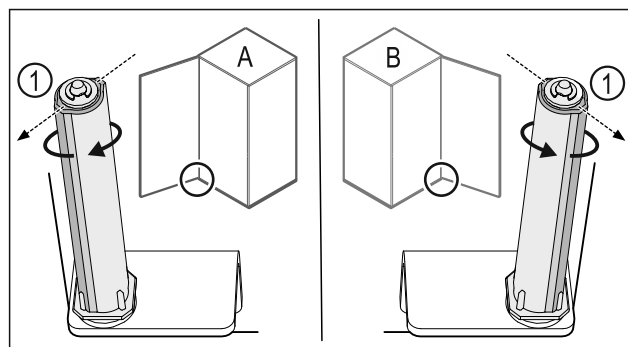

Fig. 43 Venstreanslag (A) / Højreanslag (B)
- Drej lukkesystemet mod modstanden, indtil lukkesystemets forbindelsesdel Fig. 43 (1) peger udad.